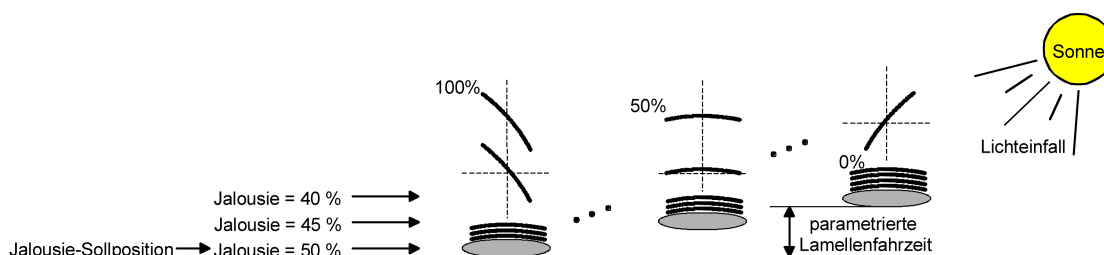

Bild 10: Beispiel für Lamellenpositionierung mit Auswirkung auf die Jalousieposition (Beispielhaft für Lamellentyp 1. Typ 2 sinngemäß gleich.)
#### Beispiel (siehe Bild 10)
**Beispiel (siehe Bild 10)**